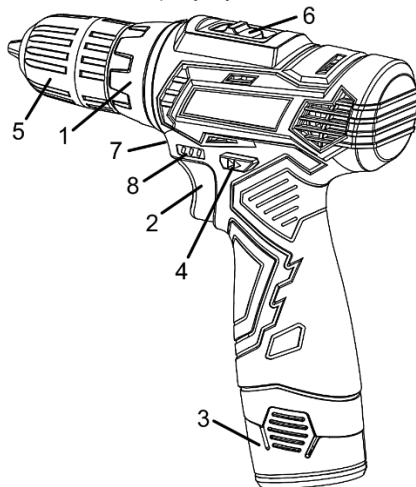
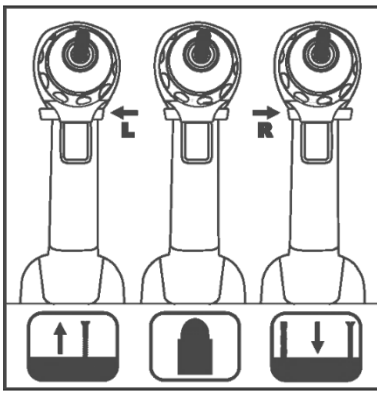
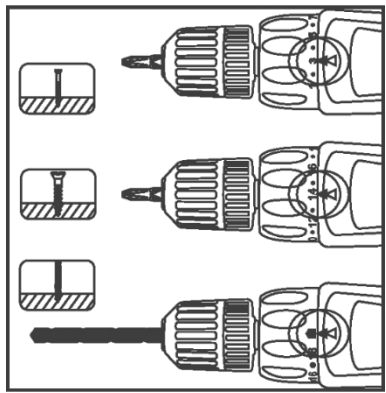

Рисунок 1
Рисунок 2
Рисунок 3
4.1.1 Вставте необхідну біту-викрутку у швидкозатискний патрон (5, рисунок 1) та надійно затягніть його.
4.1.2 Встановіть перемикач швидкісного режиму (6, рисунок 1) в положення «I».
4.1.3 Встановіть перемикач напрямку обертання (4, рисунок 1) у необхідне положення натисканням на кнопку з позначкою відповідного символу з правого або лівого боку корпусу виробу залежно від характеру виконуваної операції (дивіться рисунок 2). Проміжне положення перемикача блокує пускову клавішу, запобігаючи таким чином випадковому запуску електродвигуна.
4.1.4 Встановіть необхідний крутний момент за допомогою кільця регулятора (1, рисунок 1) (дивіться рисунок 3).
Ступінь крутного моменту позначений цифрами та точками на кільці регулятора моменту затягування (1, рисунок 1). Крутний момент, що відповідає положенню цифри «1» є найслабшим, а крутний момент, що відповідає положенню найбільшого числа, є найсильнішим.
4.2.1 Вставте свердло необхідного діаметра у швидкозатискний патрон (5, рисунок 1) та надійно затягніть його.
4.2.2 Встановіть перемикач швидкісного режиму (6, рисунок 1) в положення «II».
4.2.3 Встановіть перемикач напрямку обертання (4, рисунок 1) у необхідне положення (дивіться рисунок 2).
4.2.4 Повертаючи кільце регулятора моменту затягування (1, рисунок 1) поєднайте символ «свердло» з міткою на верхній частині корпусу шуруповерта (дивіться рисунок 3).
4.3 Для ввімкнення виробу натисніть на пускову клавішу (2, рисунок 1). Для вимкнення виробу достатньо відпустити клавішу. Регулювання швидкості обертання шпинделя здійснюється ступенем натискання пускової клавіші.